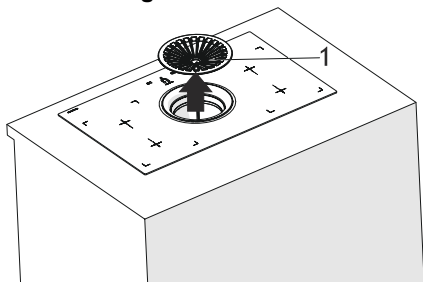

Fig. 6
1. ➡ ■ Skruva bort locket i pilens riktning (Fig. 6).